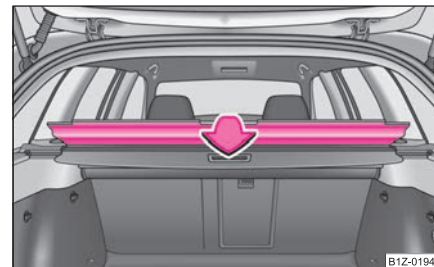

Fig. 86 Plegado de la cubierta del compartimento guardaoobjetos
- Pliegue la cubierta del compartimento guardaoobjetos detrás de los asientos traseros ⇒ fig. 86.
- Tirar de la red de separación por la lengüeta A y sacarla de la caja B hacia las fijaciones C ⇒ fig. 86.
- Pliegue la cubierta del compartimento guardaobjetos detrás de los asientos traseros $\Rightarrow$ página 85, fig. 86.